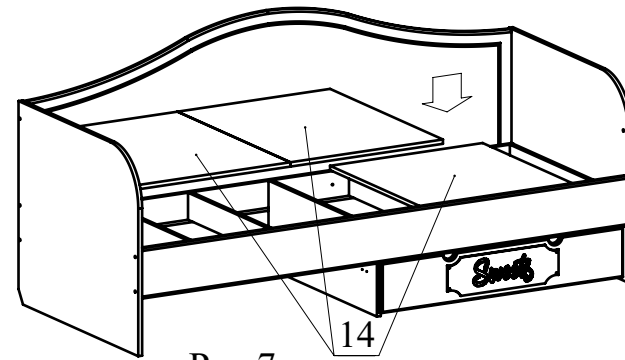

Рис.7
8. Вставьте детали 14 в каркас кровати. Вставьте заглушки конфирматов и минификсов (Рис. 7).